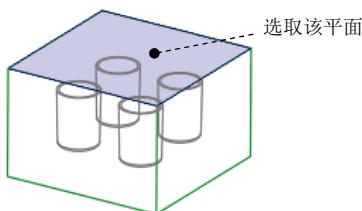

图 25.17 定义封闭环
④ 单击 **确定** → **Done Refs (完成参考)** → **Done/Return (完成/返回)** 命令，此时系统显示“封合”菜单。
④ 定义封合类型。在“封合”菜单中选中 **Cap Plane (顶平面)** → **All Loops (全部环)** 复选框，单击 **Done (完成)** 命令，此时系统显示“封闭环”菜单。
⑤ 定义封闭环。根据系统 **选择或创建一平面，盖住闭合的体积块。** 的提示，选取图 25.17 所示的平面为封闭面，此时系统显示“封合”菜单。